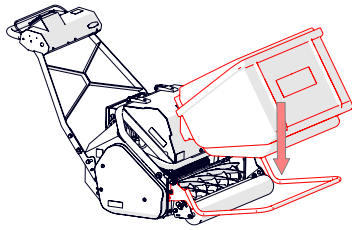

Abb. 2B - Einbau des Grasfangkorbs
2. **Den Grasfangkorb anbringen:** den Rahmen des Grasfangkorbs zur Vorderseite der Maschine hin absenken. Den Grasfangkorb auf diesen Rahmen heben (Abb. 2B) und eventuell vorhandene Schutzfolie entfernen.